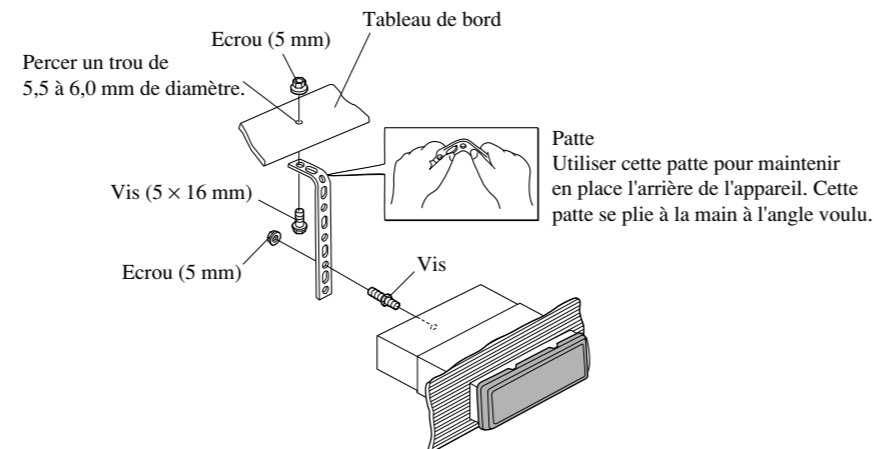

Fig. 5
**Installation sans la bague en caoutchouc (Fig. 5)**